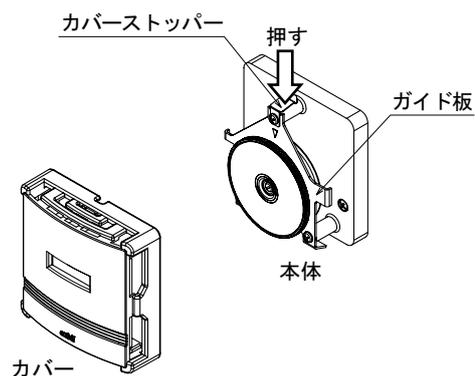

図3 カバーの着脱
- 本体を持つときは、ダイヤルつまみを持たず、ガイド板を持ってください。故障の原因となります。(参照)『図3』